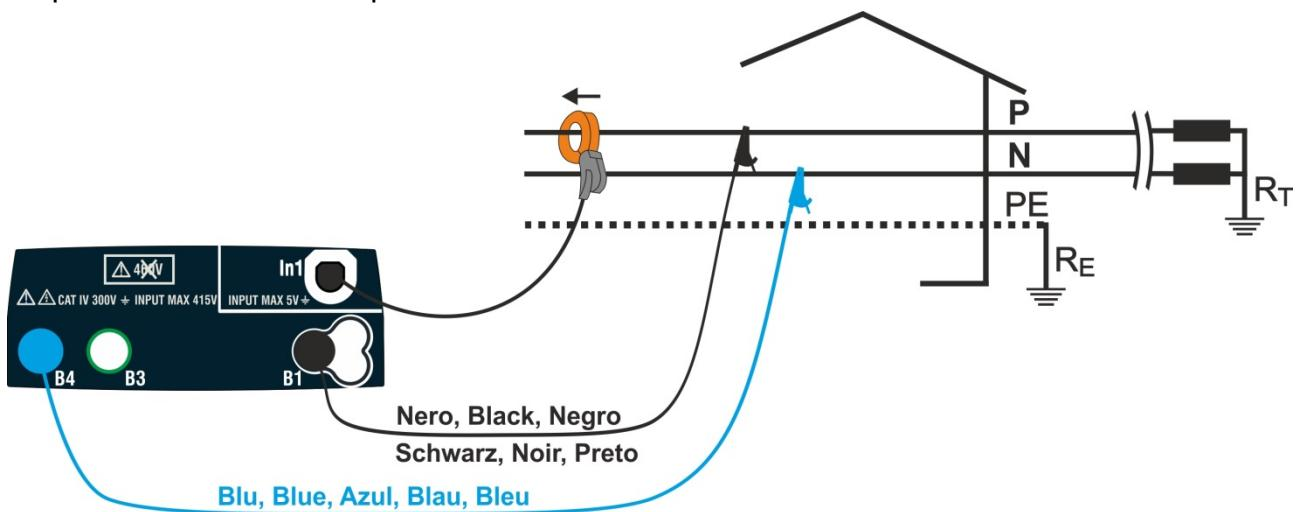

Fig. 42: Ligação para medição em sistema Monofásico
- **FS** → Esta tecla permite selecionar a escala completa (FS) dos transdutores de braçadeira que podem ser utilizados com o aparelho. Estão disponíveis os seguintes valores: **1A, 5A, 10A, 30A, 40A, 100A, 200A, 300A, 400A, 1000A, 2000A, 3000A**
3. Inserir os conetores azuis e pretos dos cabos individuais nos terminais de entrada correspondentes do aparelho B4, B1. Inserir as pinças crocodilo correspondentes ou cabos de teste nas extremidades dos cabos que permanecem livres. Ligar as pinças crocodilo e os cabos de teste à fase P e N de acordo com as seguintes instruções Fig. 42 para medição de tensão em sistemas monofásicos. Ligar a pinça externa à entrada **In1** do aparelho e ao condutor de fase para sistemas monofásicos. A seta presente na pinça deve seguir a direção em que a corrente flui, normalmente do gerador para a carga, como mostrado na Fig. 42